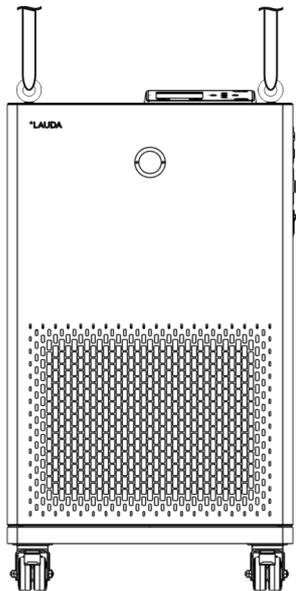

Abb. 4: Gerät anheben
8. **Bild 4:** Drehen Sie die Ringschrauben in die Gewinde Ⓢ (M10 beziehungsweise M16) auf der Oberseite des Gehäuses vollständig ein. Drehen Sie hierzu im Uhrzeigersinn.